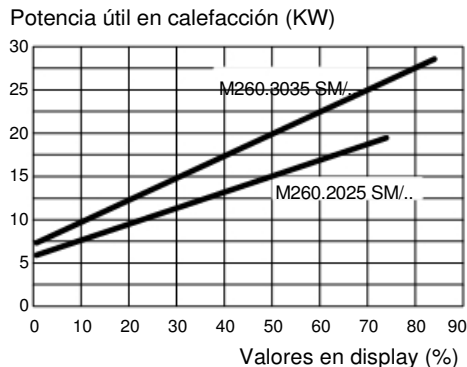

Figura 7.9
El gráfico de la Figura 7.9 muestra cómo varía la potencia útil de la caldera al modificarse el valor ajustado en la tarjeta de control.
- Utilizando los botones 12 o 13 (Figura 7.13) se puede modificar el valor del parámetro 12 (consulte el gráfico Figura 7.9 para determinar el valor correcto en función de la potencia útil de calefacción).